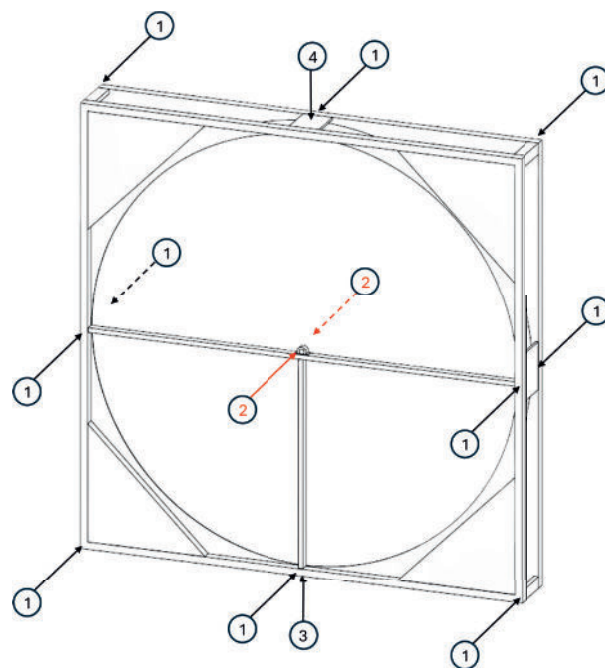

Figure 41: Modèle de calendrier des forces du QE.
- La déformation maximale autorisée dans toutes les positions des figures 41 et 43 est de ± 1 mm.